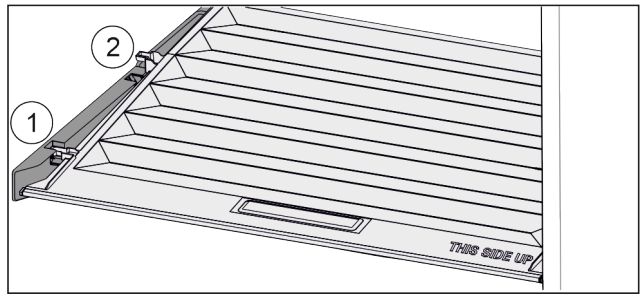

Fig. 34
- ▶ Deslice la tapa hacia delante hasta la abertura de las piezas de sujeción Fig. 34 (1).
- ▶ Levántela por detrás desde abajo y retírela tirando hacia arriba Fig. 34 (2).